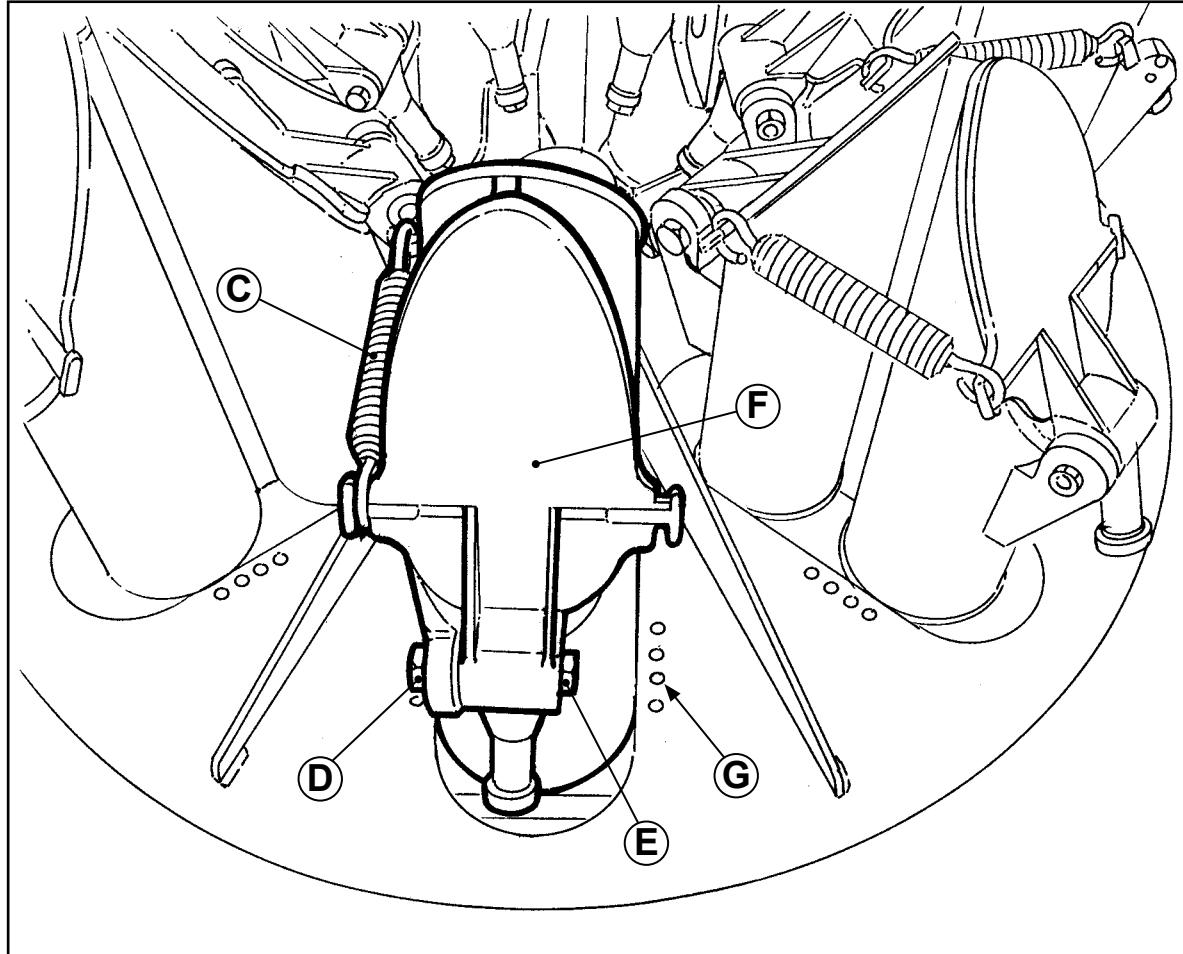

Fig. 1
- 3) Dé vuelta el distribuidor (**Fig. 1**).
- 4) Togliere il carter (**I**). A questo punto controllare l'integrità della coppia conica (**Fig. 1**) che non presenta danni sui denti, eventualmente: